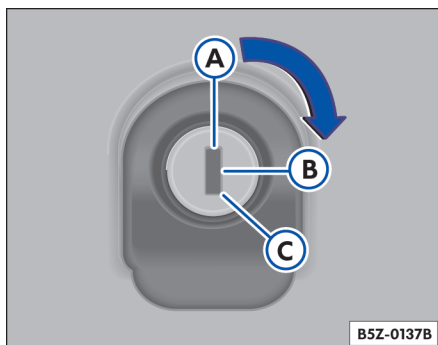

Fig. 34 Tapa trasera: apertura
- Gire la llave hasta la posición vertical ⇒ fig. 34 A.
- Asegure la manija ⇒ fig. 34, apriete el botón de apertura y levante la tapa.
- Gire la llave en el sentido horario hasta el tope ⇒ fig. 34 C y asegurándola en esta posición, apriete el botón de apertura y levante la tapa. La llave no podrá retirarse del cilindro cuando se encuentre en esta posición.
- Gire la llave hasta la posición vertical ⇒ fig. 34 B. La tapa queda trabada permanentemente y solamente podrá destrabarse con la llave.
- En caso de problemas en el sistema eléctrico del vehículo, la tapa del maletero puede destrabarse en forma emergencial con la llave en la posición C ⇒ fig. 34. ◀